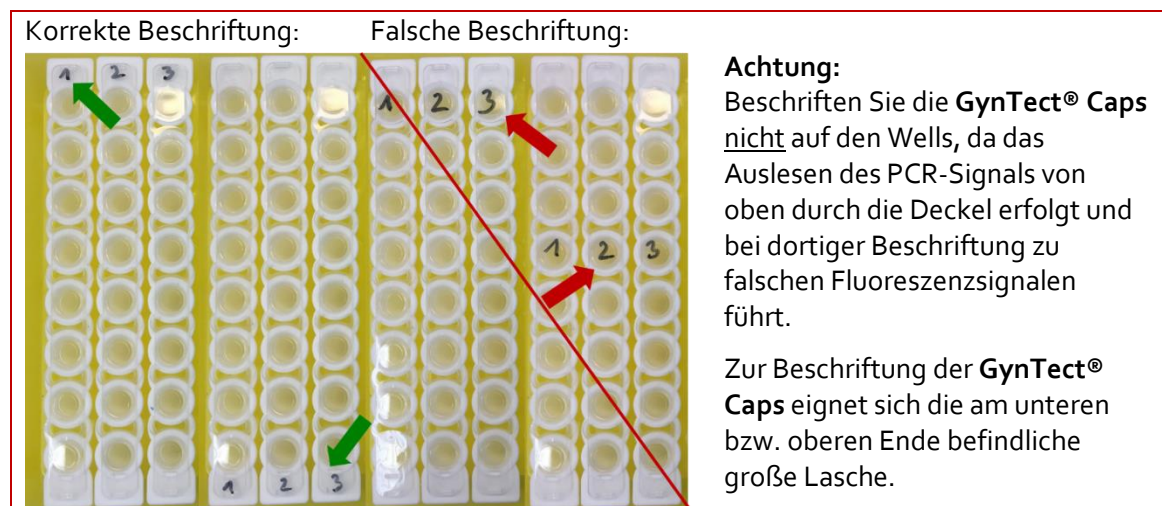

Abbildung 7 Beschriftung GynTect® Strips
13. Beschriften Sie alle **GynTect® Strips** eindeutig nach Abschluss der Pipettierarbeiten auf den neuen **GynTect® Caps** (siehe Abbildung 7).